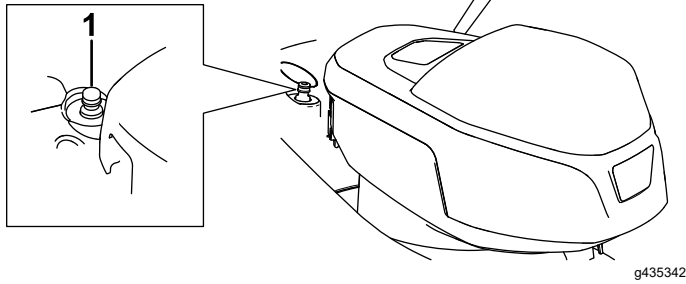

Figura 24
- Conecte una manguera de jardín que esté conectada al suministro de agua al conector de lavado rápido (Figura 24).